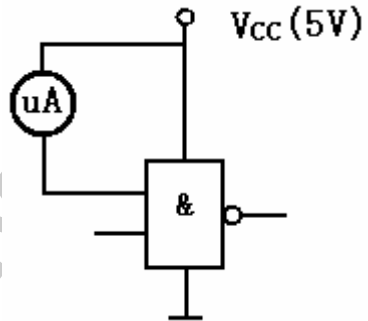

图 1-5 高电平输入电流测试电路图
(3) 高电平输入电流  $I_{IH}$ ，测试电路图如图 1-5 所示。